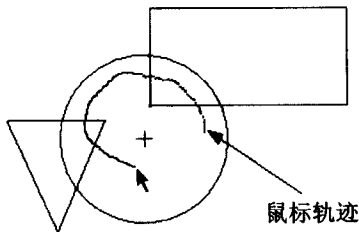
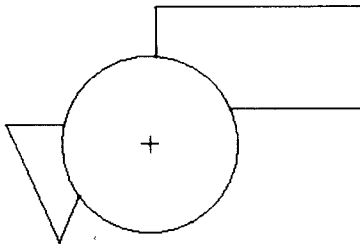

图 2-1 动态剪切实例
图 2-2 动态剪切效果
(1) 剪切单个像素：单击草图绘制编辑工具栏中的按钮，将鼠标移动到要剪切的像素处，此时该像素将呈现蓝色，单击此处即可将该像素剪切掉。如果该像素与其他像素有相交点，系统会根据交点自动将像素分为部分单元，用户可以逐个部分进行动态剪切。
(2) 同时剪切多个像素：单击草图绘制编辑工具栏中的按钮，按住鼠标不放并进行拖动，将绘制一条红色的动态剪切轨迹，如图 2-1 所示。绘图区域内的像素单元一旦与该轨迹相交，即可被选中，并且呈现红色高亮状态。在轨迹绘制完成后，放开鼠标，所选中的像素单元将动态剪切。如果在绘制动态剪切轨迹时误选了像素单元，此时可以在不放开的情况下单击鼠标中键，以放弃动态剪切轨迹的绘制。如果在动态剪切之后发现存在误操作，则可以单击工具栏上的 Undo Sketch Line（取消线段绘制）按钮，撤消上次操作。图 2-2 为图 2-1 所示动态剪切之后的效果。